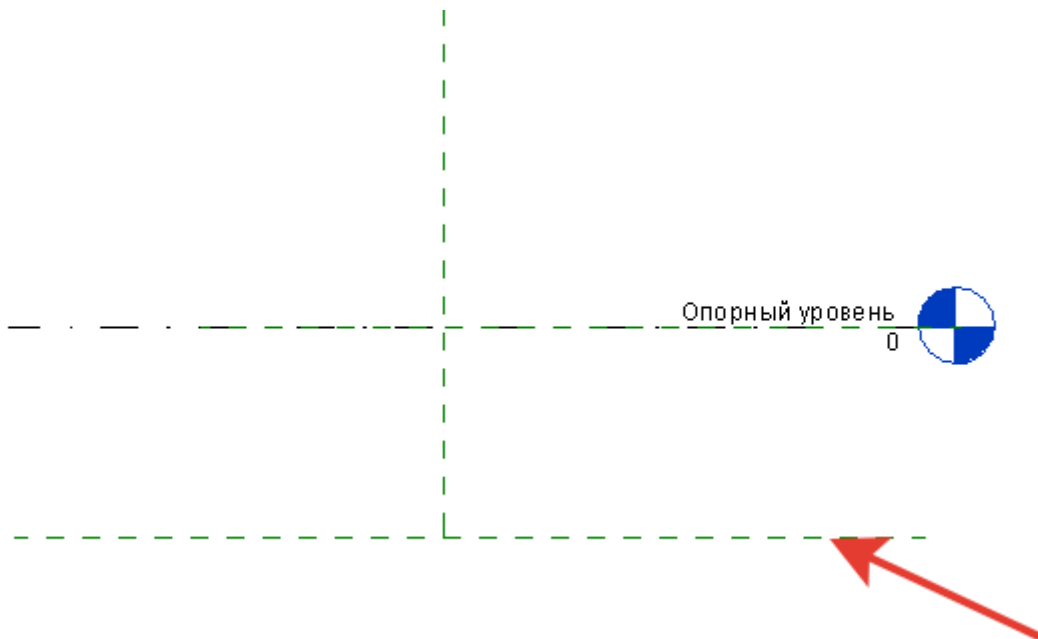

Рисунок 1
- 5 Начертите опорную плоскость (рис. 1).